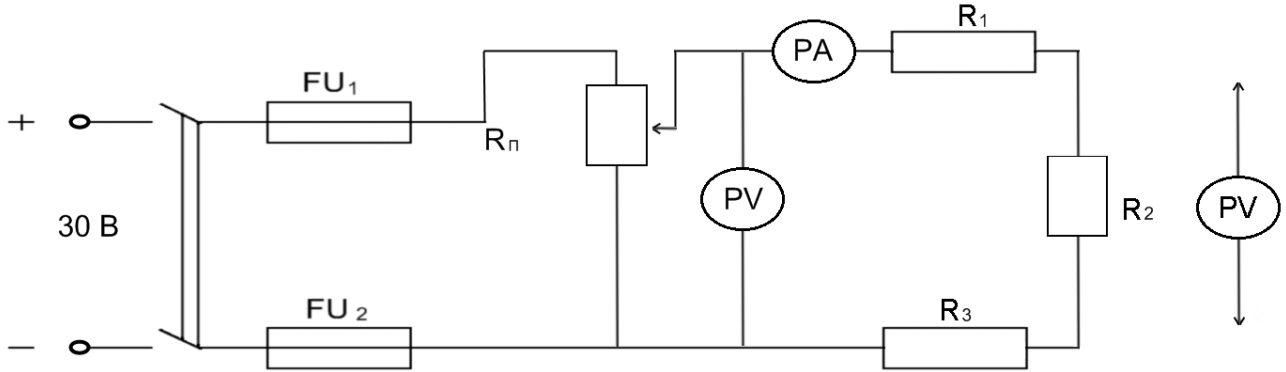

Рис. 4. Схема последовательного соединения резисторов
2. Собрать электрическую цепь согласно предложенной схеме (рис. 4)